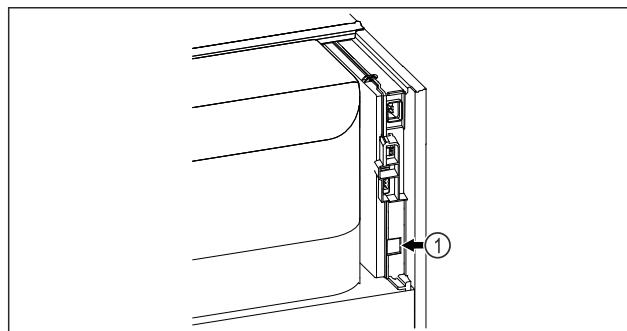

Fig. 146
- ☐ SmartModule Fig. 146 (1) is geplaatst.